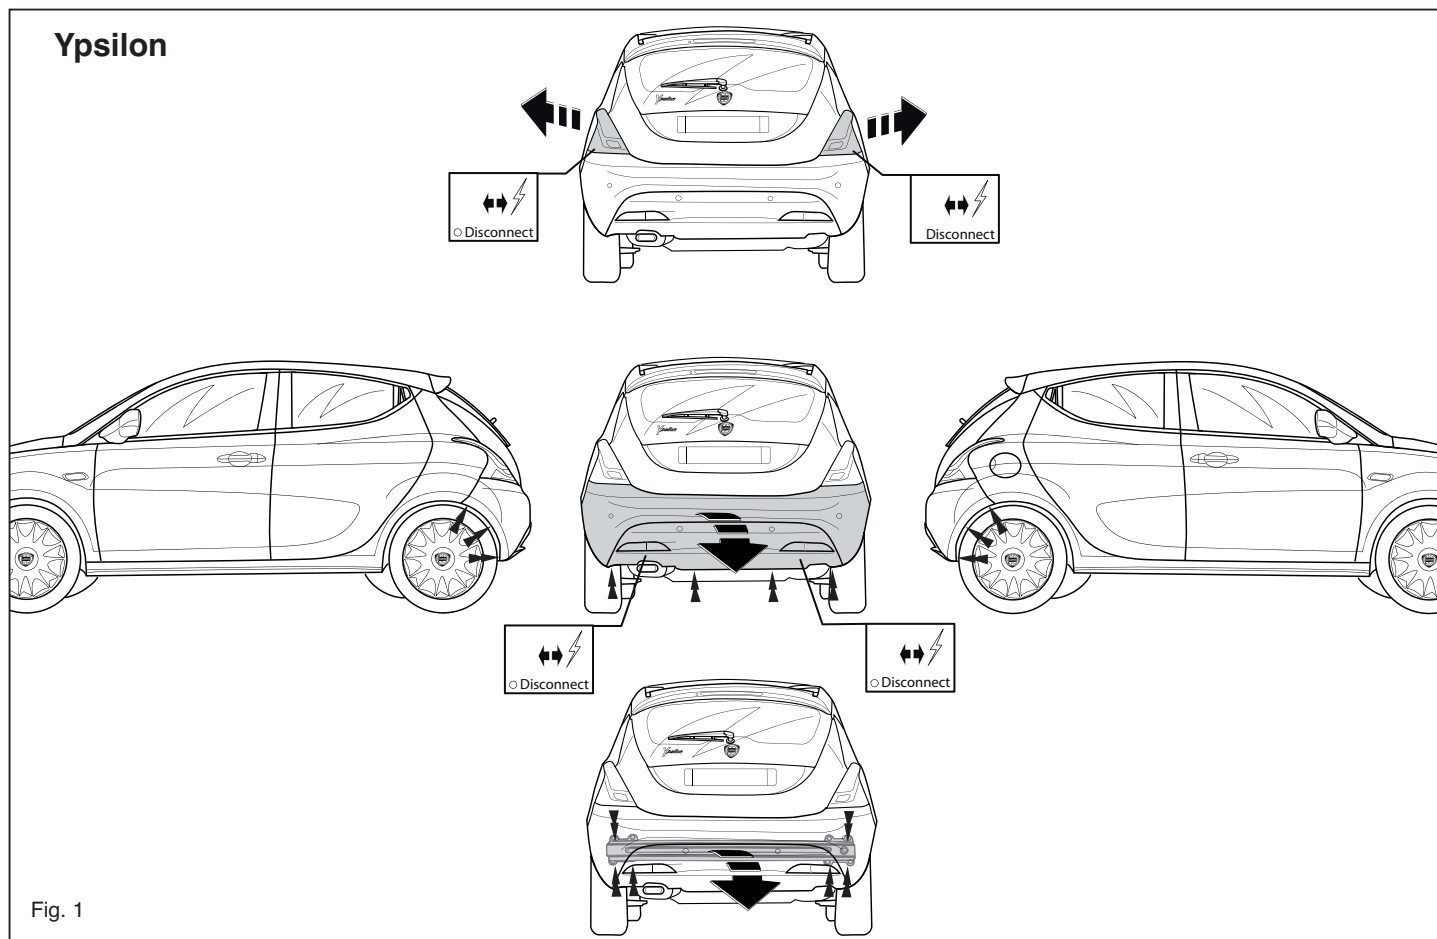

Fig. 1
2. Zdemontować z pojazdu zderzak wraz ze stalową belką zderzakową, belka zderzakowa nie będzie ponownie używana. Patrz rysunek 1 lub 1a.
2. Снять бампер вместе со стальным буферным брусом автомобиля; буферный брус больше не понадобится. См. рисунок 1 или 1a.